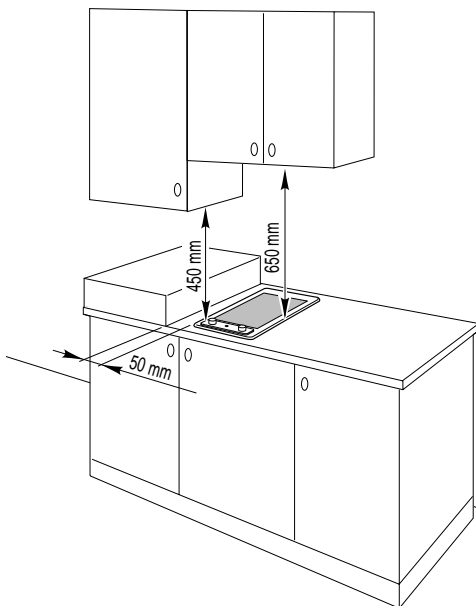

Fig. 4.2
- Si encima de la placa hay un mueble de pared o una campana, entre éstos y la parrilla de la placa tiene que quedar una distancia mínima de 650 mm (see fig. 4.2).